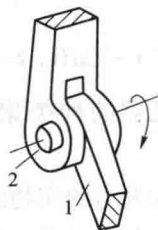
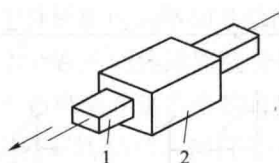

图 1-3 转动副
图 1-4 移动副
①转动副。组成运动副的两个构件只能在平行的平面内做相对转动,这种运动副称为转动副(铰链),如图 1-3 所示。
②移动副。组成运动副的两个构件只能沿某一轴线做相对移动,这种运动副称为移动副,如图 1-4 所示。
每个低副引入 2 个约束,保留 1 个自由度。例如,任务 1.2 中图 1-3 所示的转动副约束了 2 个移动自由度,保留了 1 个转动自由度。图 1-4 所示的移动副约束了沿某一坐标轴方向的移动和平面内的 2 个转动自由度,保留了沿另一方向的 1 个移动自由度。